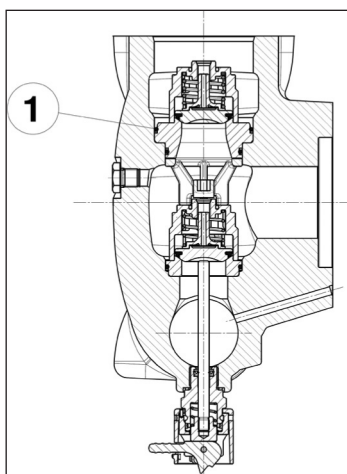

Fig. 101
Monter le joint torique rep. ①, Fig. 101 avec précaution.